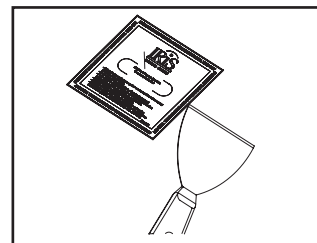

Figura 9.
1. Con un cuchillo de 5", aplique el compuesto para juntas en los cuatro laterales. Trabaje con el cuchillo colocado en un ángulo de 45° en toda la extensión de la tira de compuesto. Uno de los bordes del cuchillo debe ir pasando por la tira y el otro por la superficie del techo (Figura 9.). El compuesto debe extenderse en el techo en un mínimo de 4".